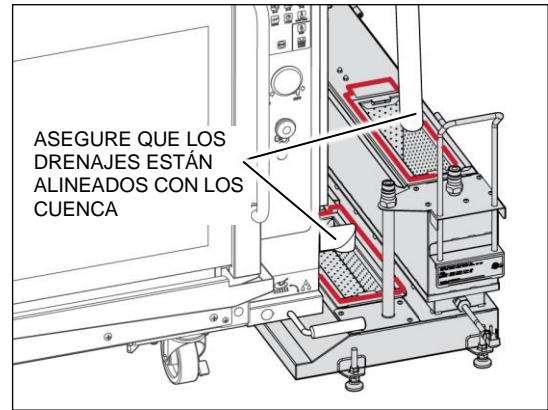

Figura 4-3
2. Verifique que el depósito de recolección esté colocado apropiadamente bajo el drenaje de grasa de cada horno (Figura 4-3).